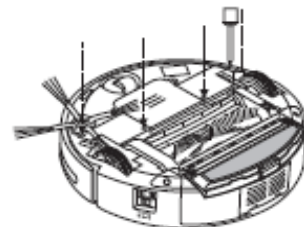

Figure 1
1. Ein. Die Schraube des linken / rechten Rad durch den Schraubendreher. (Siehe Abbildung 1)
- Lösen Sie die Schraube mit dem Schraubenzieher, öffnen Sie dessen Grundplatte und dann nehmen Sie die Batterie. (Siehe Abbildung 1 und Abbildung 2 Abbildung)
- drehen Sie das Gelenk wie in der Abbildung 1 und die Abdeckung zu öffnen.